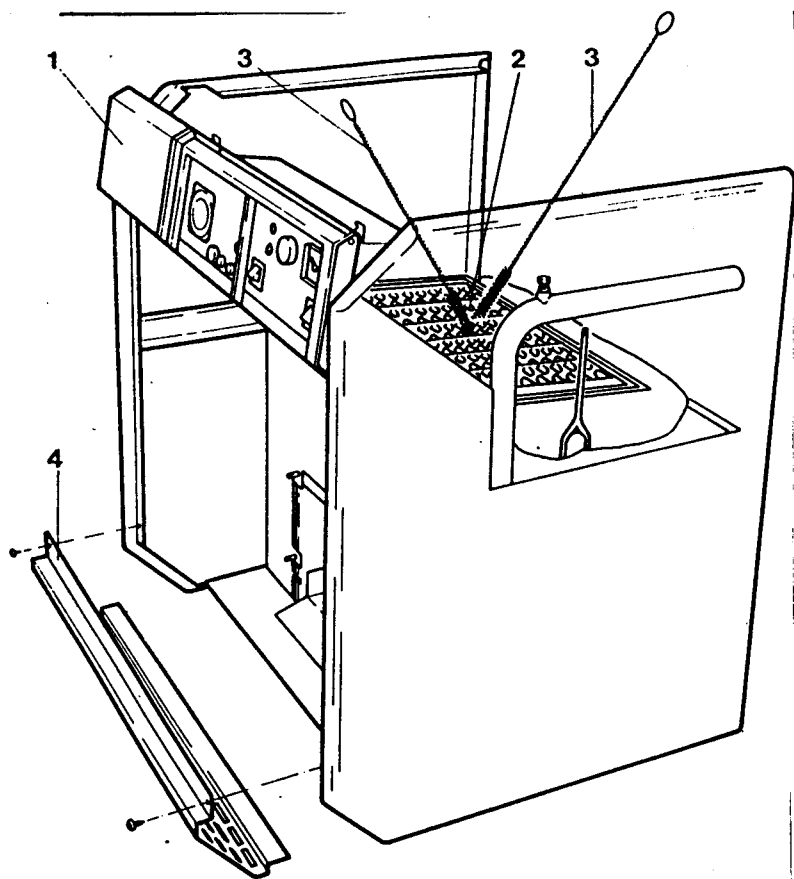

Рис.17
- Вынуть и основательно почистить поддон (2) рис. 17, стр. 35, затем вставить поддон (2) на место, обращая внимание на то, чтобы он был задвинут до упора.
Пояснения к рис.17